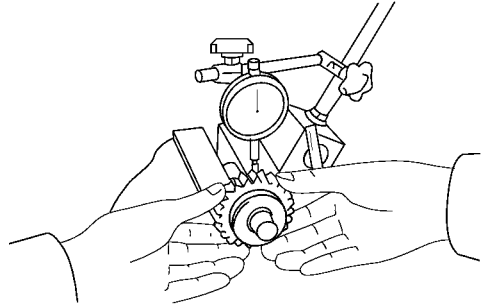

图 10-25 用千分表测量倒挡惰齿轮的油隙
(1) 测量倒挡惰齿轮的油隙。使用千分表测量其油隙，如图 10-25 所示。